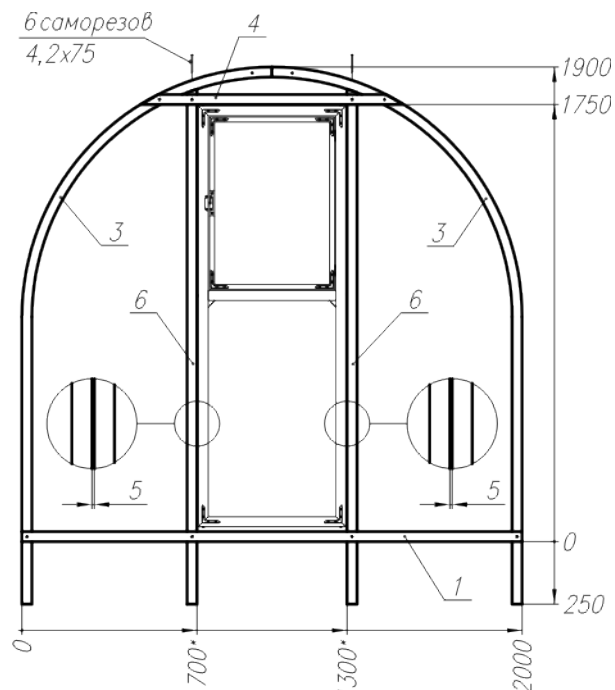
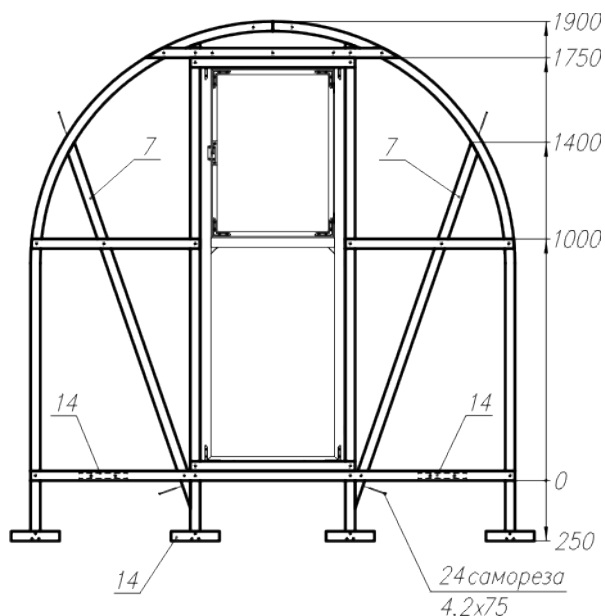

Рис. 11
Рис. 14
4.3. Соберите передний торец теплицы, на котором устанавливается дверь (рис.11-рис.14).
4.3.1. Положите под стяжки торцевой дуги стойки 6, проверьте соответствие расположения стоек рис.11. Вложите внутрь дверного проема собранный каркас двери таким образом, чтобы зазоры между стойками двери 10 и стойками 6 составляли примерно 5 мм. При необходимости сместите стойки 6 в нужном направлении. Зафиксируйте стойки саморезами 75 мм, как показано на рис.11.
4.3.4. В соответствии с рис.14 установите укосины 7 на переднюю торцевую дугу в следующей последовательности.